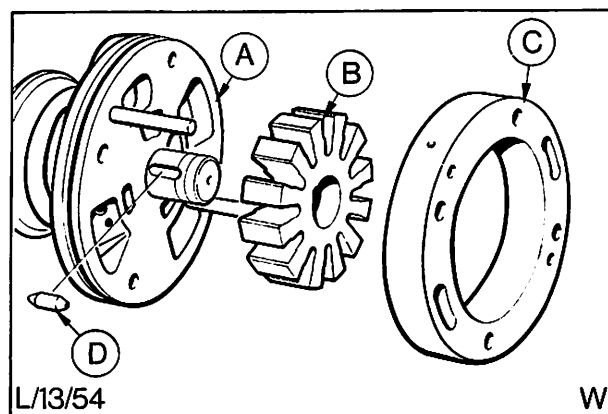

Abb. 63 Pumpe teilweise zerlegt
8. Mit Hilfe der beiden Hebel in der Nähe der Führungsstifte das Hauptgehäuse entfernen, Abb. 63.